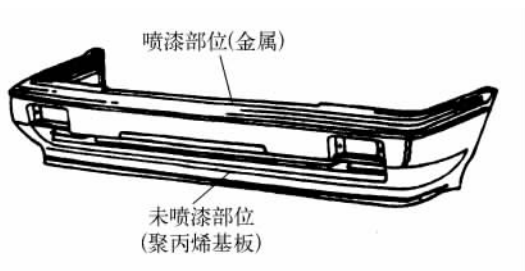

图 5-4 用聚丙烯塑料制成的保险杠
② 喷涂透明漆层的方法:
(3) 车用聚丙烯塑料件的喷涂 最常见的聚丙烯塑料件是保险杠。聚丙烯保险杠对漆层的要求与金属表面不同,需要加入黏性剂和柔性剂。必须使用聚丙烯专用底漆作为内涂层,并在面漆中加入弹性剂,以免脱皮(图 5-4)。